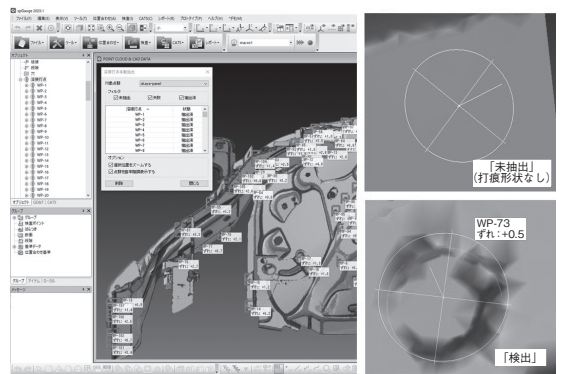

図 5 SW 検査箇所 107 カ所の結果
(3)の AI で抽出した SW 打痕情報 (矩形) を、非接触測定データ上に自動でペアリングする機能を開発した。(3)の矩形は 2D 情報のため、そのままでは 3D 非接触測定データでの SW 位置検査には使用できない。当社の非接触検査用ソフトウェア「spGauge」にペアリング技術を開発し、AI 適用の SW 位置検査を可能にした。SW 検査箇所 107 カ所の結果は、「検出」103 カ所、「失敗」なし、「未抽出」4 カ所 (打痕形状がないため正常判定) となった (図 5)。